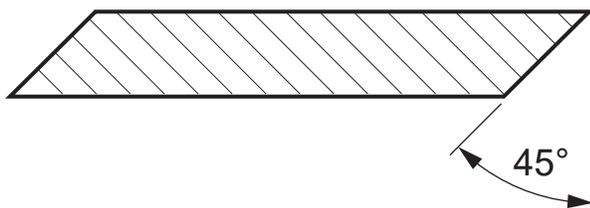

Figure 34—Affûter un couteau de rotor
5. Utilisez une meuleuse pour affûter le tranchant du couteau du rotor. Aiguiser le tranchant à un angle de 45 degrés. Voir *Figure 34*.